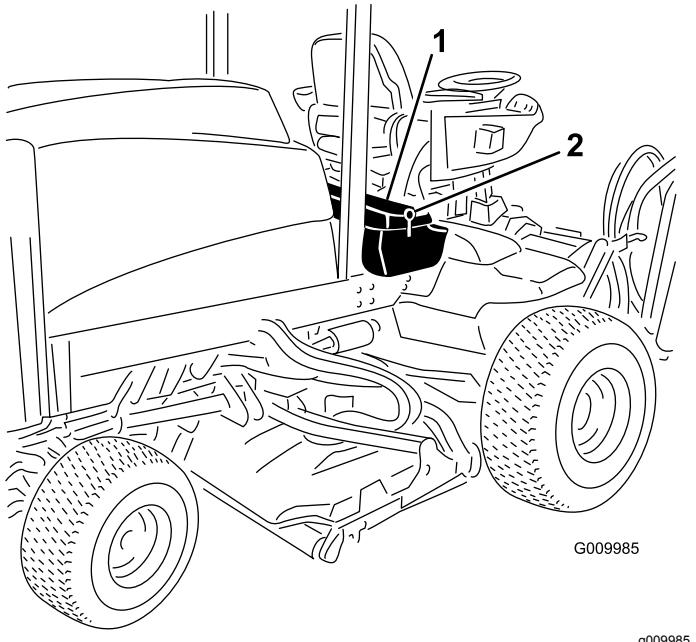

Bild 74
1. Entriegeln und heben Sie die Abdeckung der Bedienerkonsole hoch (Bild 74).